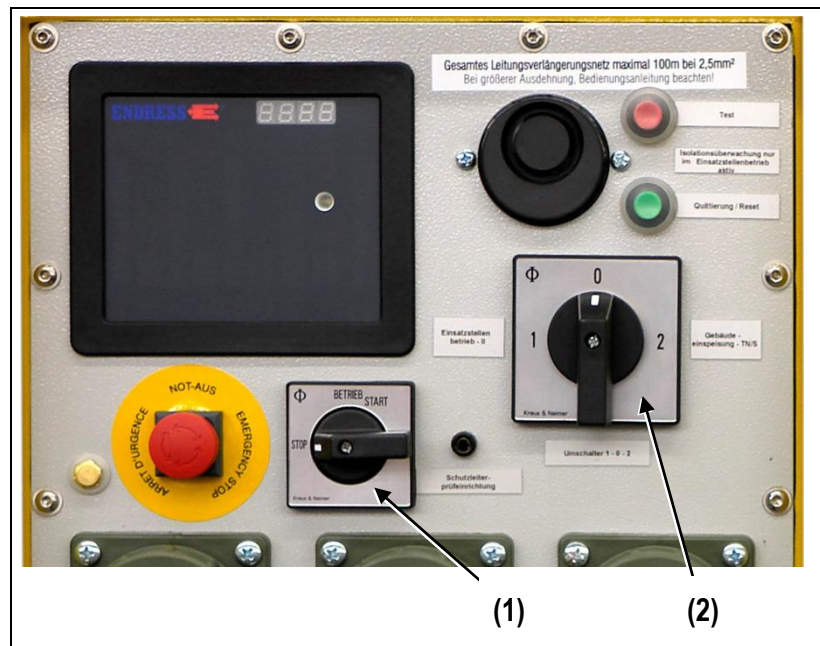

Abb. 5-13: Bedienfeld Ausführung II / TN-S
Wählen Sie hierzu die Betriebsart „Direktversorgung“ am Umschalter (Abb. 5-13 (2)) aus.
3. Wählen Sie die Betriebsart „Gebäudeeinspeisung“ am Umschalter (Abb. 5-13 (2)) aus.